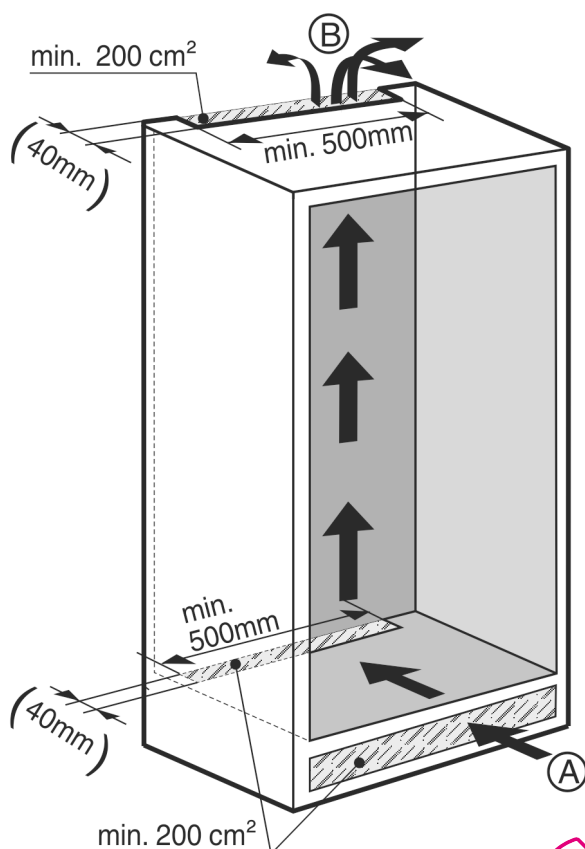

Fig. 3
- Il doit y avoir un espace de ventilation efficace d'au moins 200 cm2 par appareil au niveau de l'entrée d'air (Fig. 3 (A)) et la sortie d'air (Fig. 3 (B)).